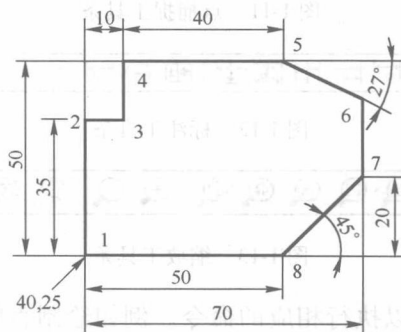

图 1-8 简单平面图形
例如,绘制如图 1-8 所示的简单平面图形,AutoCAD 提示及输出如下:
(1) 绝对坐标: 点的绝对坐标指该点相对于坐标原点的值。例如, (40,25) 表示该点的 X 坐标为 40, Y 坐标为 25。注意: 坐标值之间的逗号是英语逗号 (半角)。
(2) 极坐标: 点的极坐标指该点相对于坐标原点的距离和与 X 轴的正方向的夹角角度, 格式为距离 < 角度。例如, (100 < 45) 表示该点与坐标原点的距离为 100, 与 X 轴的正方向的夹角是 45°。
(3) 相对坐标: 相对坐标的输入方法是在坐标值前加一个 @, 表示输入的坐标值是上一点的相对距离。在图 1-8 中, 2 点的绝对坐标为 (40,60), 如果在下一点输入 (@10,0), 表示 3 点相对 2 点的 X 轴方向增量是 10; 相对 2 点的 Y 轴方向增量是 0。3 点的坐标也可以使用相对极坐标方式 (@10 < 0), 表示 3 点处在与 2 点距离为 10, 与 X 轴的正方向的夹角是 0° 的位置。